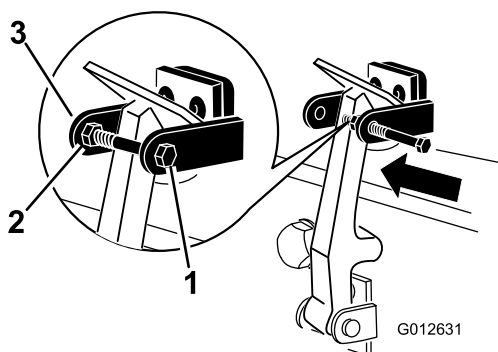

Figura 9
8. Coloque o parafuso no outro braço do suporte do trinco do capot para prender o trinco na posição (Figura 9).